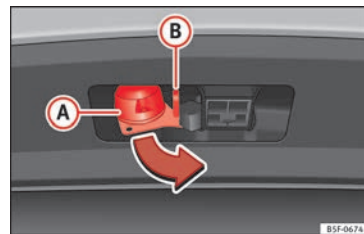

Abb. 234 13-polige Steckverbindung drehen
- Halten Sie die 13-polige Steckverbindung im Bereich **(A)** und ziehen Sie sie in Pfeilrichtung heraus »» **Abb. 234**.
- Halten Sie die 13-polige Steckverbindung im Bereich **(A)** und stecken Sie sie entgegen der Pfeilrichtung ein »» **Abb. 234**.
Die Sicherheitsöse **(B)** »» **Abb. 234** dient dem Einhängen des Halteseils des Anhängers.